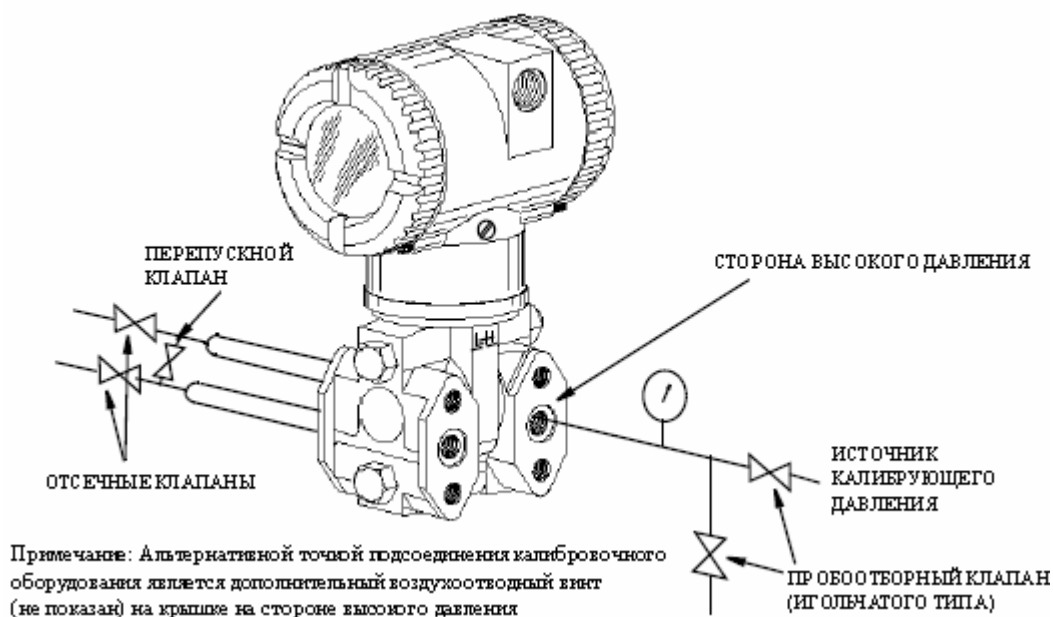
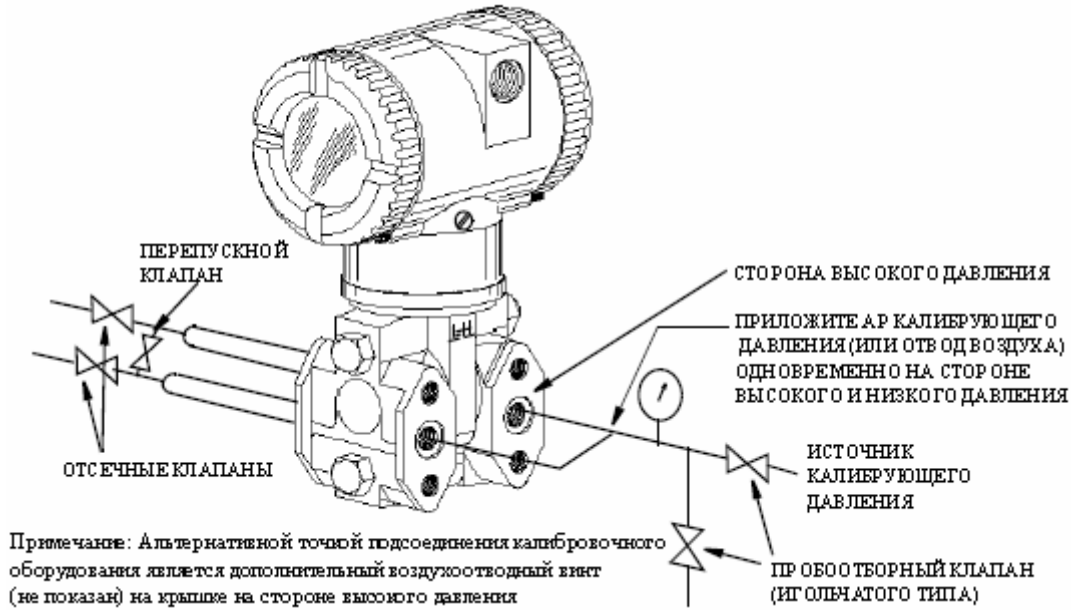

Рис. 30. Настройка при калибровке дифференциального давления
Рис. 31. Настройка при калибровке абсолютного давления
Для подготовки оборудования к работе обратитесь к рис. 30 и 31 и используйте следующую процедуру.
4. Выполните настройку, показанную на рис. 30 для калибровки дифференциального давления и на рис. 31 для калибровки абсолютного давления.